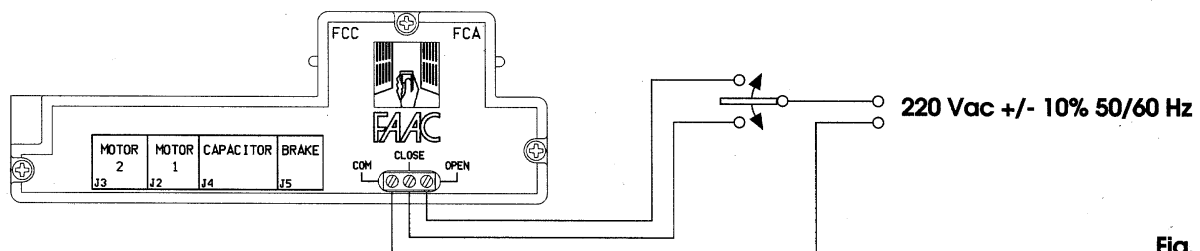

Fig. 8
**WARNING: THE ELECTRICAL CONTROL ILLUSTRATED IN FIG. 8 IS ONLY PERMITTED FOR INDOOR USE.**